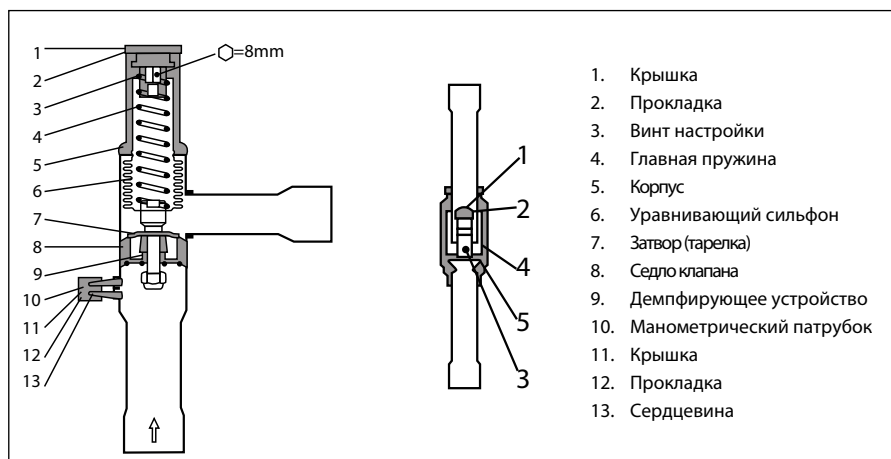

Рис. 1. Конструкция клапанов KVR и NRD
площадь поверхности которого соответствует площади затвора (тарелки) клапана (см. рис. 1). Регулятор также снабжен демпфирующим устройством (9) для уменьшения